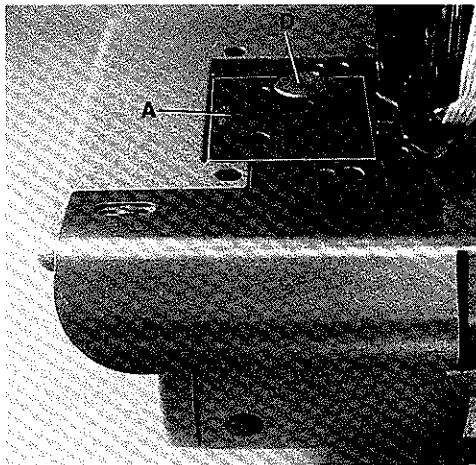
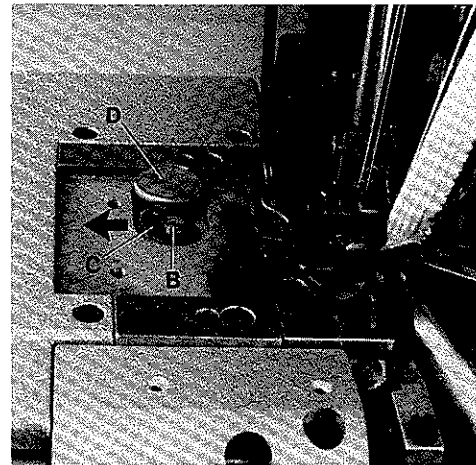
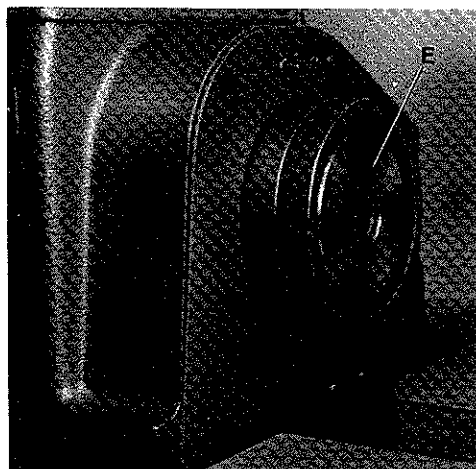

Fig. 33
Fig. 34
Fig. 35
Before the machine leaves the factory, the stitch length change mechanism is locked. After removing cover (A, Fig. 33) and loosening screw (B, Fig. 34) lever (C) can be swung in the direction of the arrow to the left to unlock the stitch length change mechanism. The required hexagon socket wrench is a component of the machine accessories.
The stitch length is changed by slightly pressing push button (D, Fig. 33 and 34) and simultaneously rotating pulley (E, Fig. 35). Within one revolution of the pulley push button (D, Fig. 33) engages and the stitch length change starts. Rotating pulley clockwise shortens the stitch, rotating it counter-clockwise increases the stitch. After setting the desired stitch length, the mechanism can be locked again.
Vor dem Versand der Maschine wird die Stichtlängenverstellung blockiert. Entfernt man den Deckel (A, Fig. 33) und löst die Schraube (B, Fig. 34), kann der Hebel (C) in Pfeilrichtung nach links geschwenkt werden und die Arretierung der Stichtlängenverstellung ist aufgehoben. Der benötigte Sechskantschraubendreher ist im Zubehör der Maschine enthalten.
Die Stichtlänge wird durch leichtes Drücken auf den Knopf (D, Fig. 33 und 34) und gleichzeitiges Drehen des Handrades (E, Fig. 35) eingestellt. Nach spätestens einer Umdrehung des Handrades rastet der Knopf (D, Fig. 33) ein und die Stichverstellung beginnt. Drehen des Handrades im Uhrzeigersinn verkleinert den Stich, drehen im Gegenuhrzeigersinn vergrößert ihn. Nach dem Einstellen der gewünschten Stichtlänge kann, wenn notwendig, die Stichtlängenverstellung wieder blockiert werden.